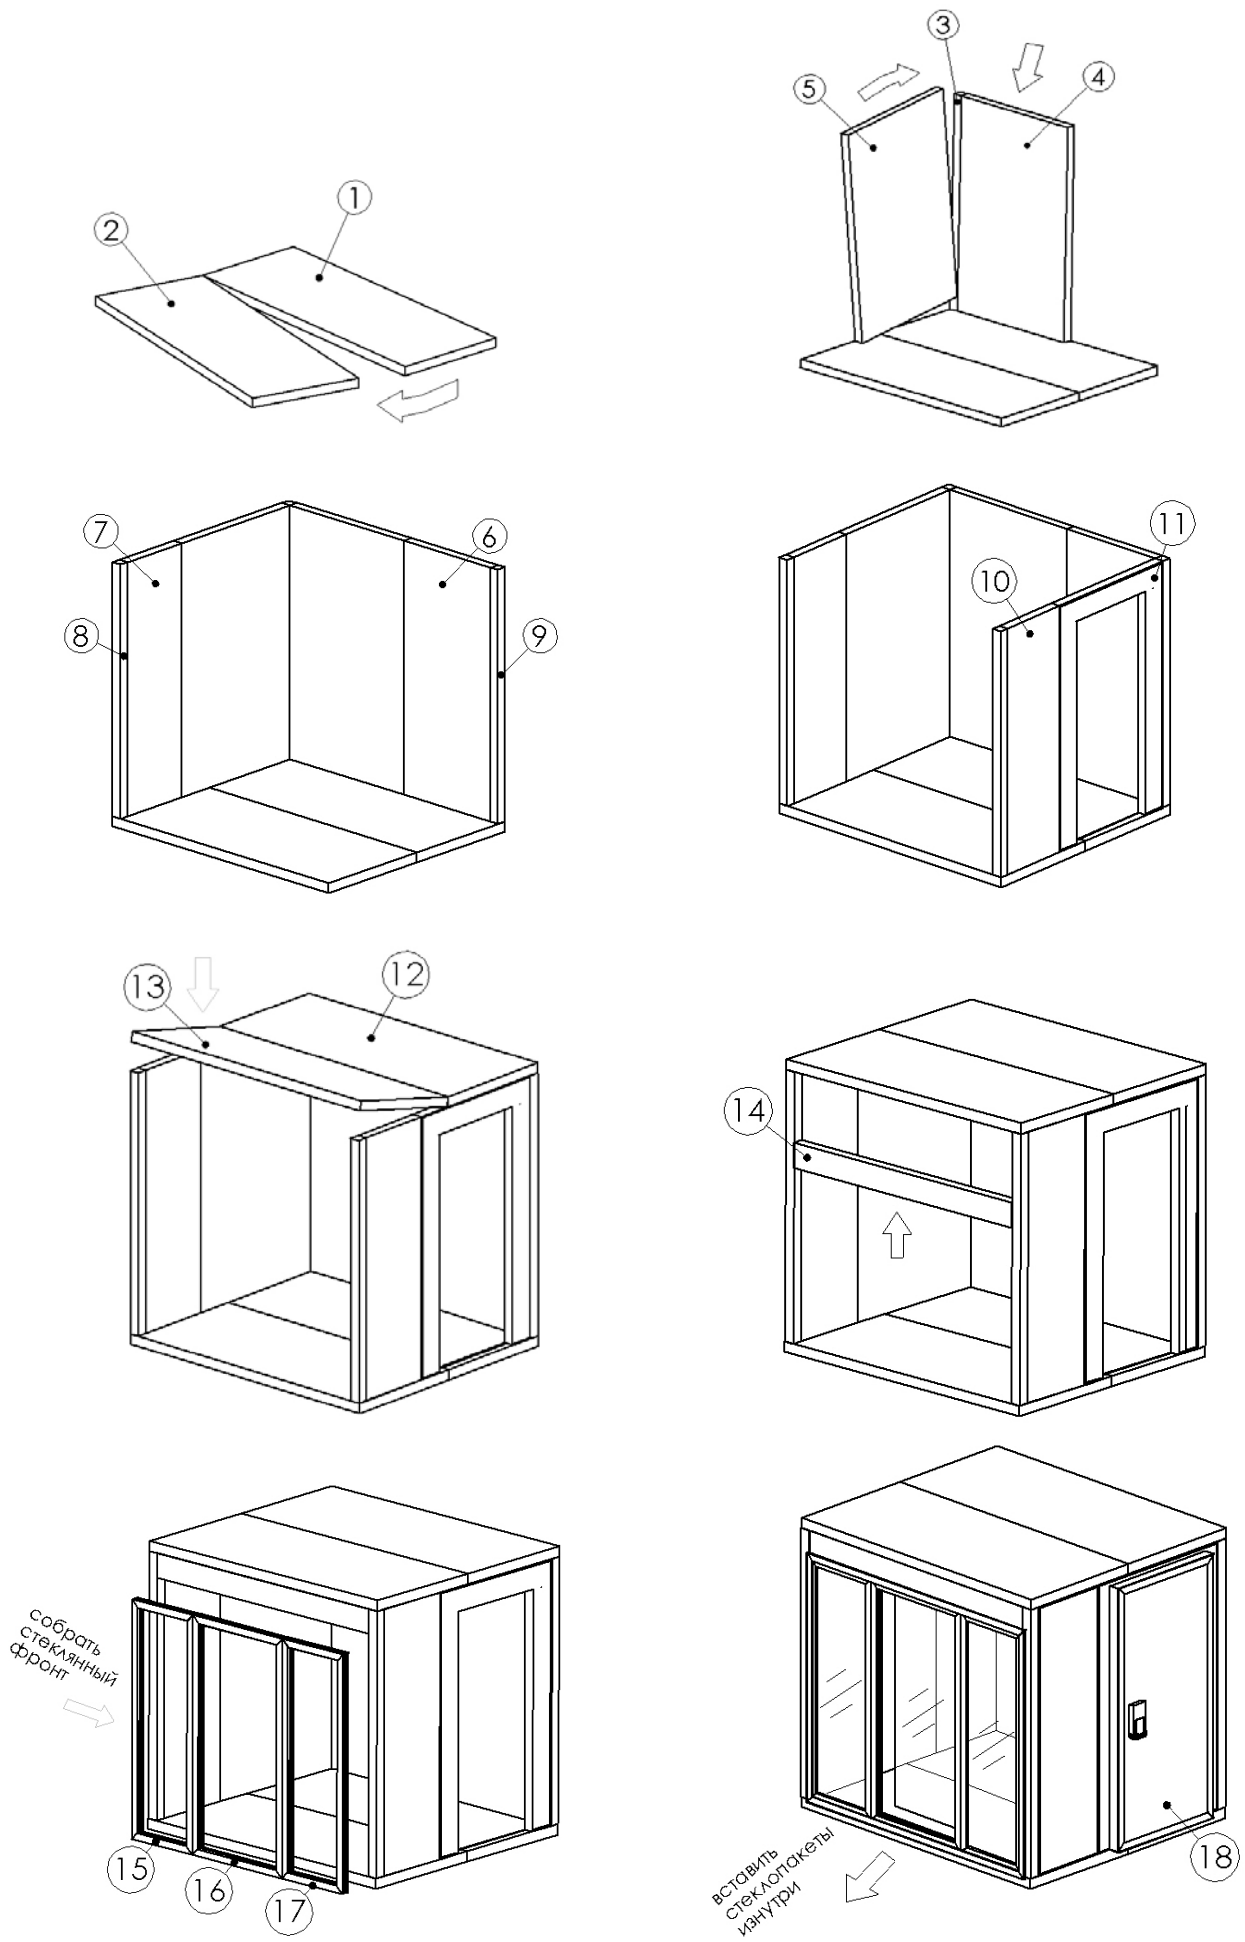

Рис.2 Порядок сборки камеры со стеклянным фронтом и распашной дверью
3.5 Сборка камеры со стеклянным фронтом и распашной дверью (рис.2.)